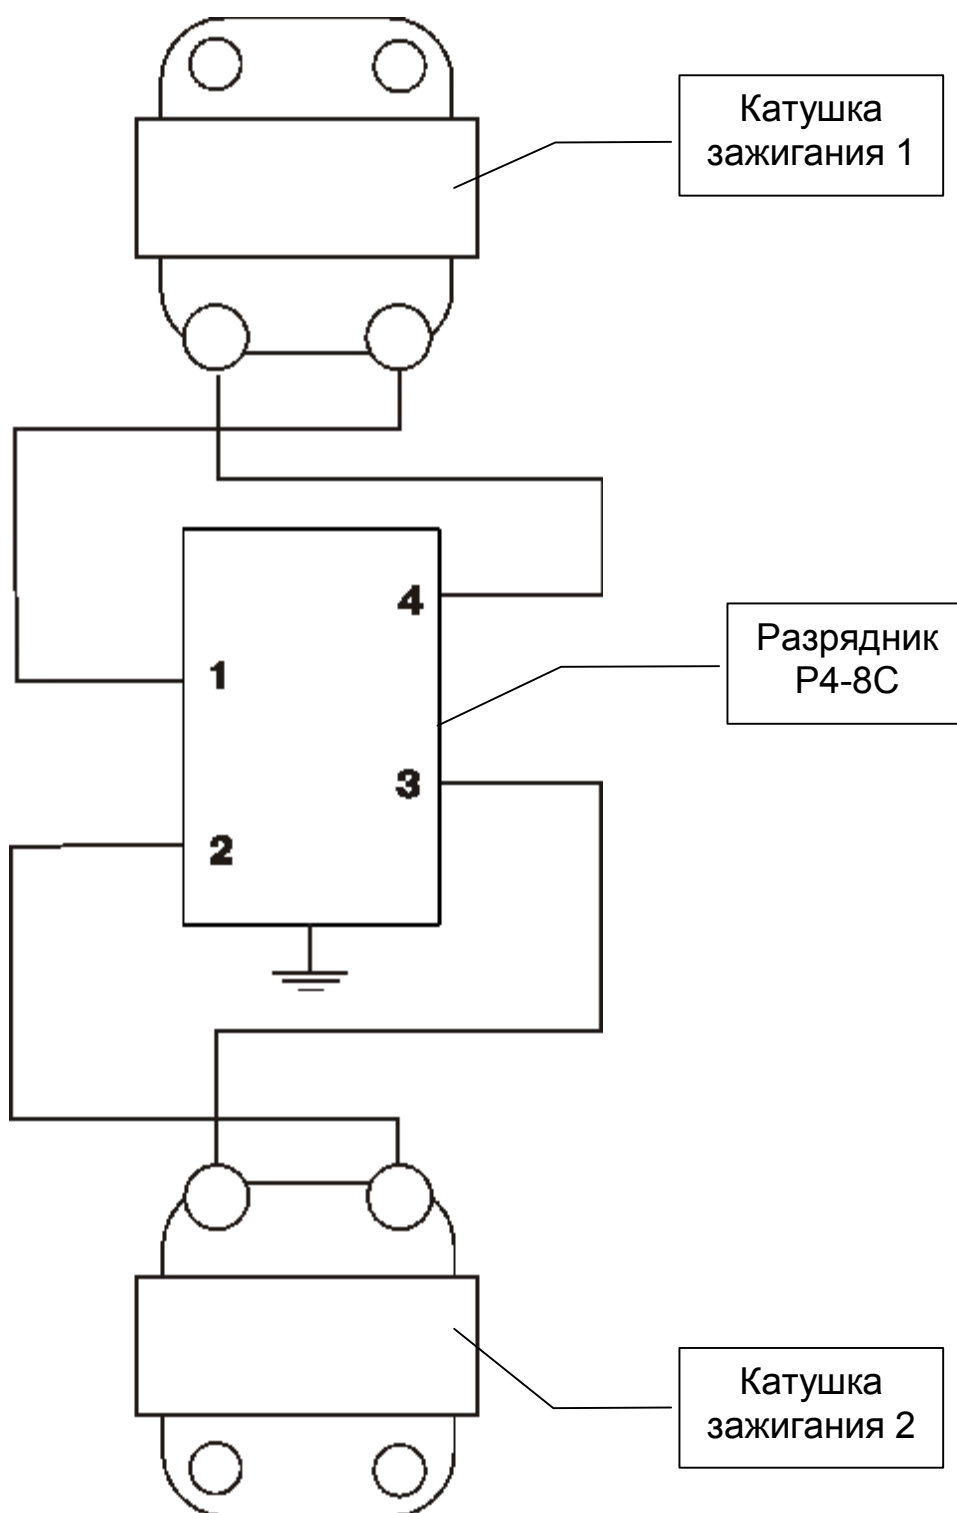

Рис.5
1. Подключить высоковольтные провода согласно схеме рис.5: